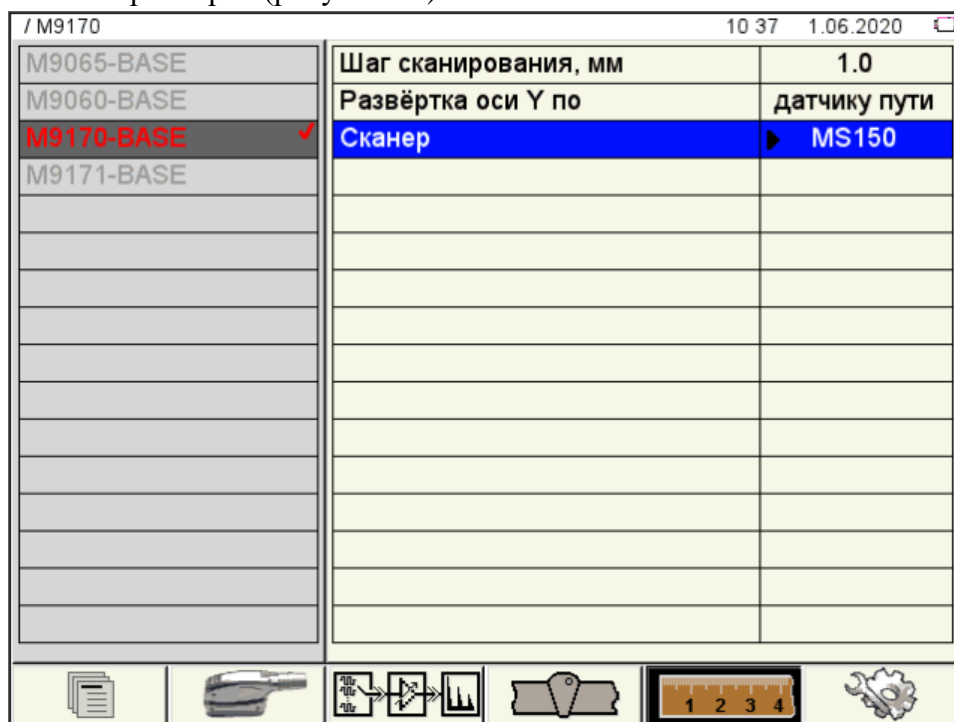

Рисунок 34
- Выбрать раздел «Настройка параметров сканирования» и перейти к редактированию параметров (рисунок 34).